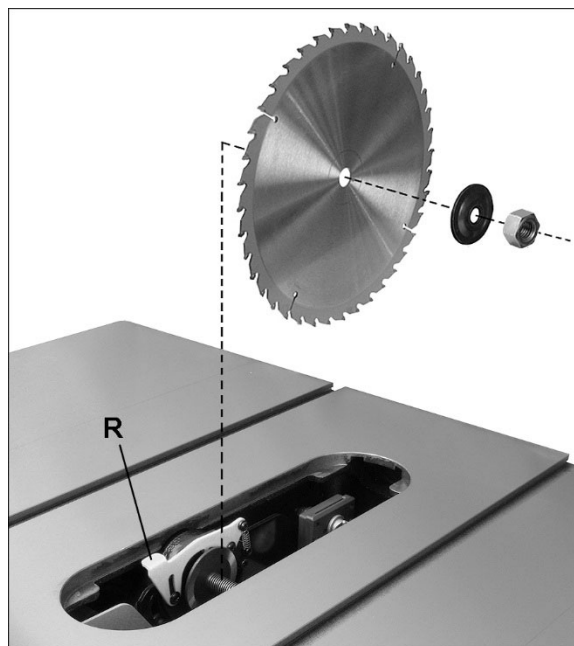

Figure 6-9 : Installer la lame
Voir la Figure 6-9.
6. Appuyez sur le levier et maintenez-le enfoncé (R, Figure 6-9), et tournez la lame jusqu'à ce que le verrouillage de l'arbre s'enclenche. Serrez l'écrou dans le sens horaire avec la clé fournie. Ne pas trop serrer l'écrou.
3. Tirez vers le haut le levier de la pince (S₁, Figure 6-9). Le pinceur de travail (S₂) est à ressort et il s'écartera de la base fixe en laissant un espace libre.